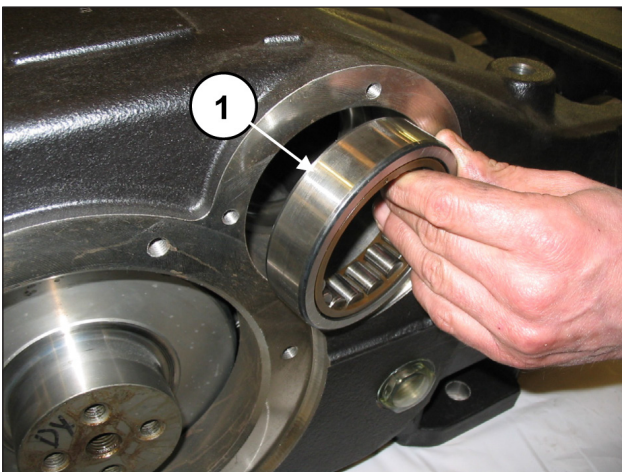
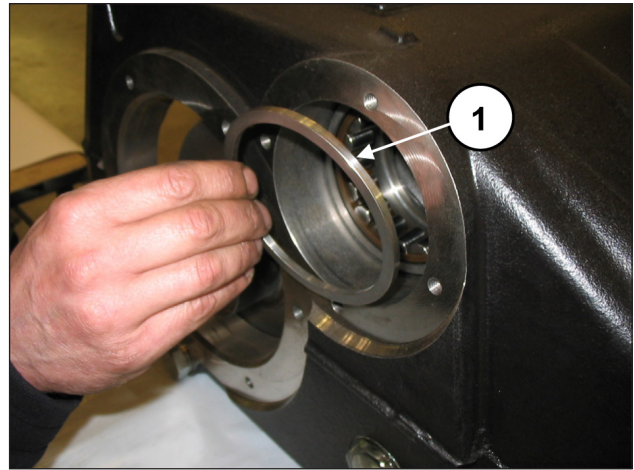
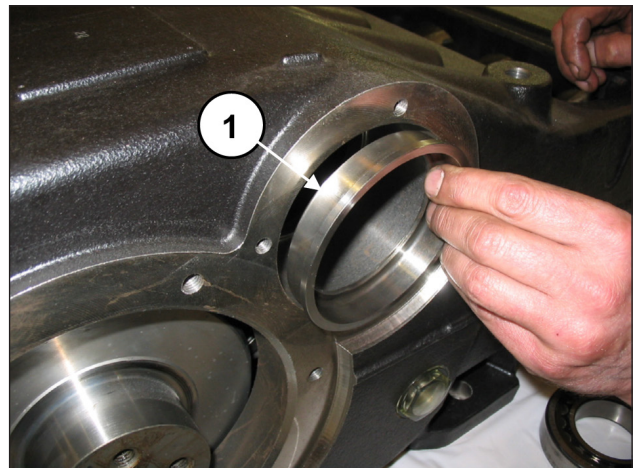

Fig. 36
Fig. 37
Fig. 38
Mediante o uso de uma barra suficientemente longa (pos. ①, Fig. 36) e de um mecanismo de percussão, extraia do carter da bomba os anéis dos rolamentos (pos. ①, Fig. 36), o espaçador do rolamento externo (pos. ①, Fig. 37) e a bússola de lubrificação dos rolamentos (pos. ①, Fig. 38).